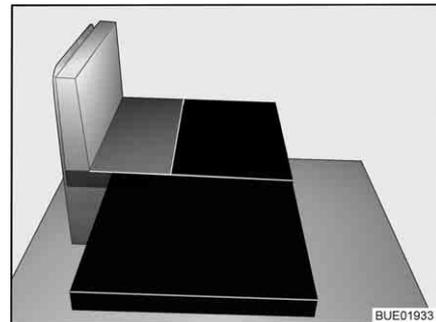

Bild 34 Efter ombyggnaden
- Placera den stora extra dynan på dynfodralet (se Bild 34).